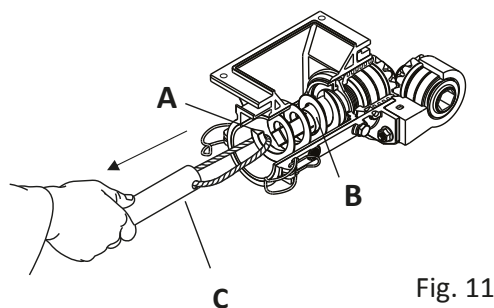

Fig. 11
A- Proceda à retirada do Sem-Fim normal (A) Fig. 11 juntamente com o Anel Trava (B) usando o cordão do Tubo Fixador (C).